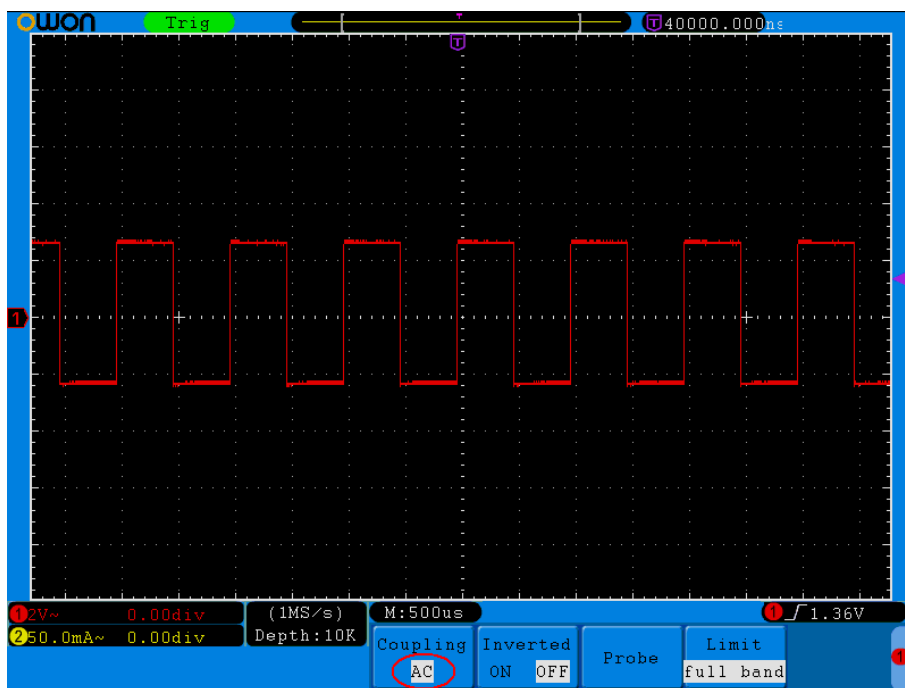

Figure 5-3 Oscillogramme couplage AC
- (4) Ensuite, appuyer sur le bouton **F2** pour sélectionner l'élément de couplage en "**AC**". La composante de courant direct du signal est bloquée. Les ondulations sont indiquées comme dans la *Figure 5-3*.